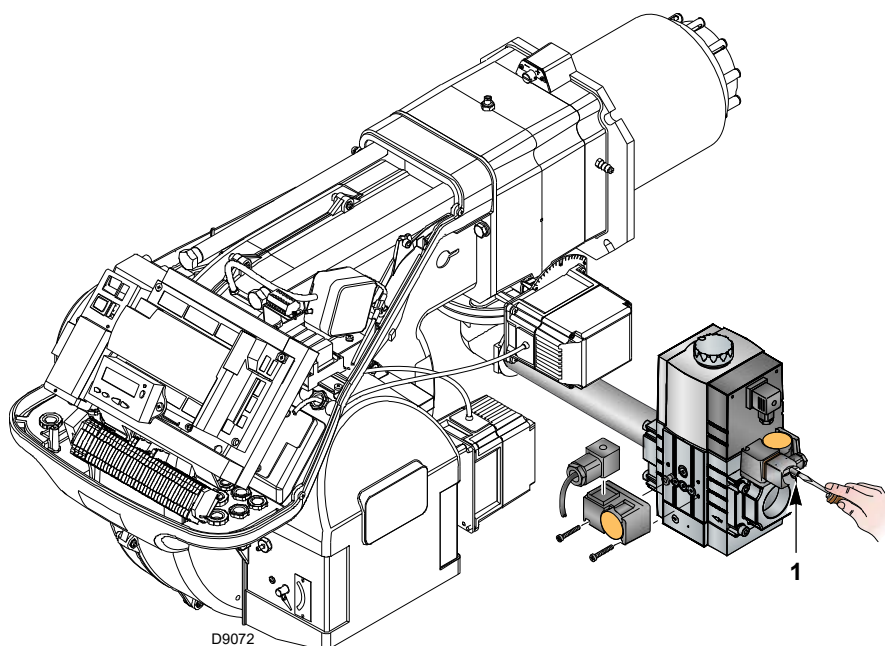

Fig. 27
- Verificați presiunea de alimentare cu gaz prin conectarea unui manometru la punctul de priză de presiune 1)(Fig. 27) al presostatului de presiune minimă a gazului: aceasta trebuie să fie mai mică decât presiunea maximă admisibilă a rampei de gaz indicată pe plăcuța indicatoare.
- Evacuați aerul din conducta rampei de gaz prin conectarea unui tub de plastic la priză de presiune 1)(Fig. 27) a presostatului de presiune minimă a gazului. Scoateți țeava de ventilație în afara clădirii până la detectarea mirosului de gaz.